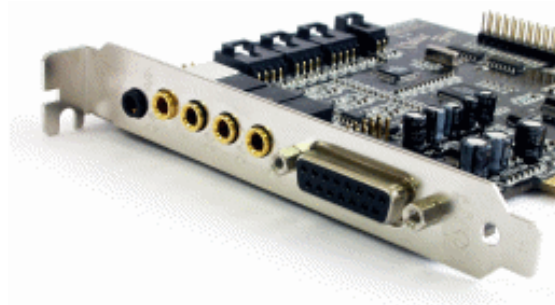

图 1.63
(3) 音频接口：这是声卡与音箱等设备连接的枢纽，不同声卡的接口数量不同，如图 1.63 所示。